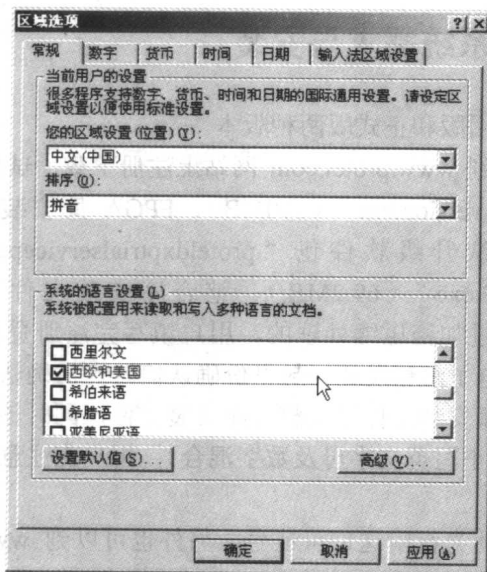

图 1-1 “区域设置”对话框
进入 Windows 2000 的控制面板, 然后双击  图标进入“区域设置”对话框, 如图 1-1 所示。
1) 按如图 1-1 的方法设置 Windows 2000 的默认区域为英语 (美国), 重新启动计算机并进入 Windows 2000。